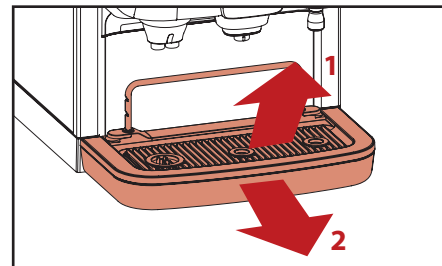

Fig. 5.3 - Fjerne kop- og drypbakker
2. Fjern kopbakken ved at løfte den fra stangen (fig 5.3, 1).
3. Fjern drypbakken (fig 5.3, 2).